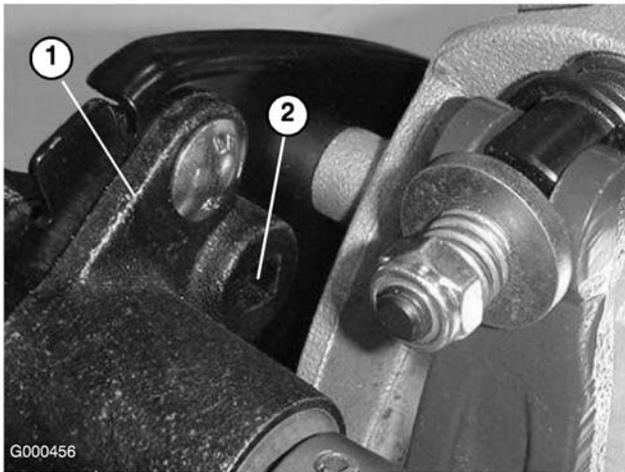

図 33
- B. 3/8インチのトルクレンチでベアリング・ハウジングを0.4~0.46 kg.mのトルクで回転させてベルトを張る（図 33）。